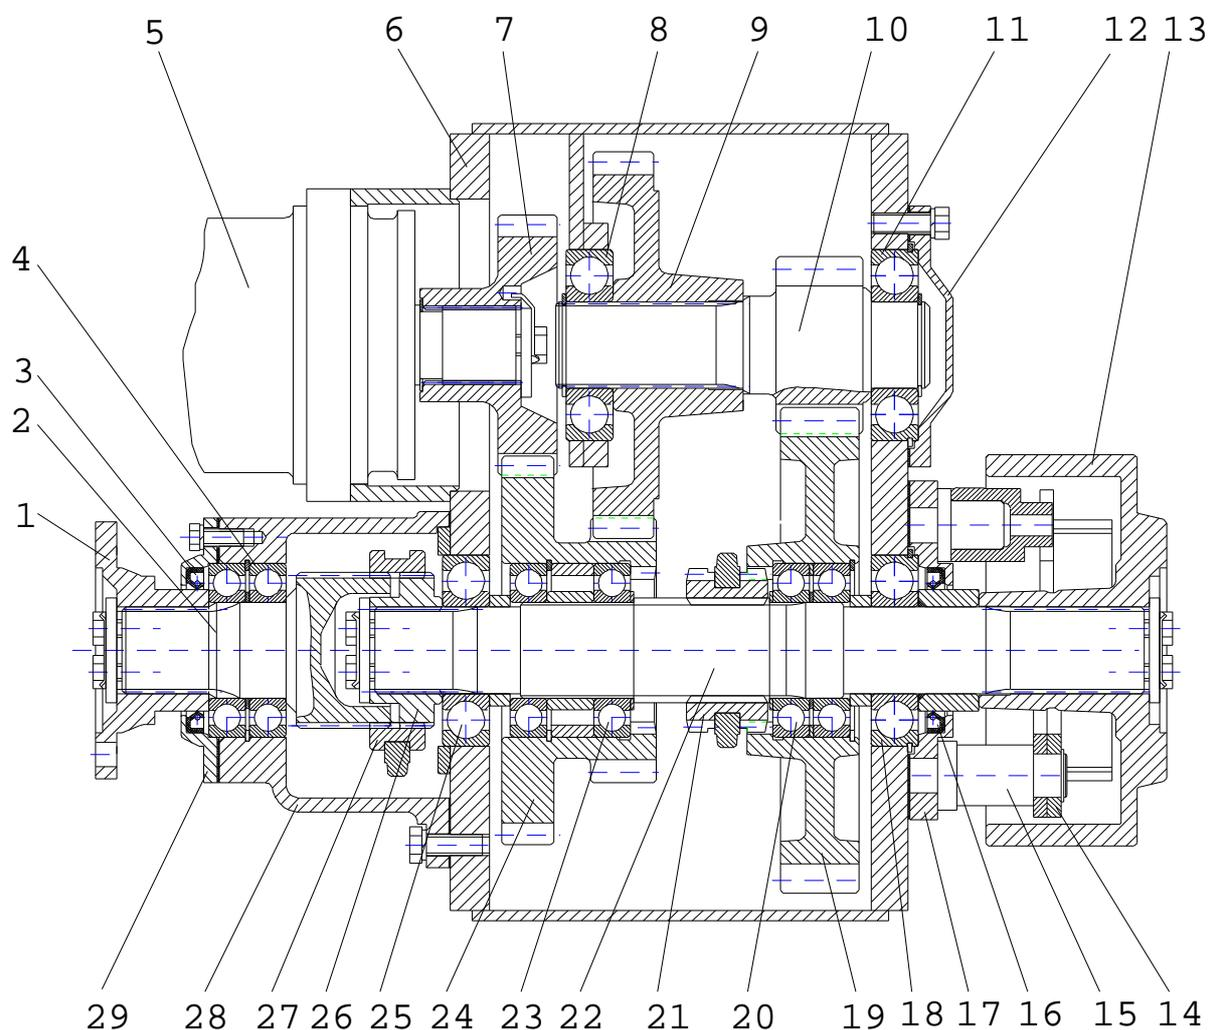

Рис. 18 Коробка перемены передач
1.2. КОРОБКА ПЕРЕМЕНИ ПЕРЕДАЧ (РИС. 18)
Шестерня 7 (рис. 18), закрепленная на выходном валу гидромотора 5, передает крутящий момент шестерни 21. Шестерня 24, установленная на подшипниках 23 на валу 22 вторым наружным зубчатым венцом, находится в постоянном зацеплении с шестерней 9, закрепленной на валу-шестерне 10. Вал-шестерня 10 находится в зацеплении с шестерней 19, установленной на подшипниках 20 на валу 22.
Стояночный тормоз крепится к корпусу 10 (рис. 18а) на кронштейне 8. При отсутствии давления в пневмокамере 9 пружина 7 прижимает колодки рычагом 1 к тормозному шкиву 13 (рис. 18) – тормоз включен. На рис. 18а тормозной шкив не показан. Давление воздуха, поданное в пневмокамеру 9 (рис. 18а), выдвигает шток 6, который поворачивает рычаг 1, в результате чего колодки отходят от тормозной поверхности шкива, и тормоз выключается.
Рис. 18а Стояночный тормоз